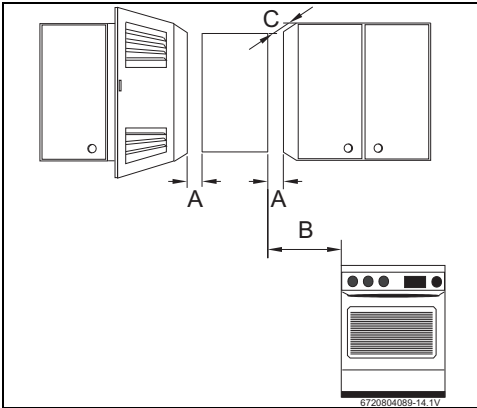

Fig. 12 Distancias mínimas
- ▶ Respetar las medidas mínimas de instalación indicadas en la (→Fig. 12).
- ▶ Garantizar un buen acceso para realizar los trabajos de mantenimiento respetando siempre las distancias mínimas indicadas en la Fig. 12.